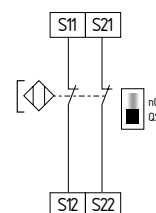

Fig. 16
**Câblage à deux canaux d'interrupteurs de sécurité magnétiques selon EN 60947-5-3 (Fig. 16)**